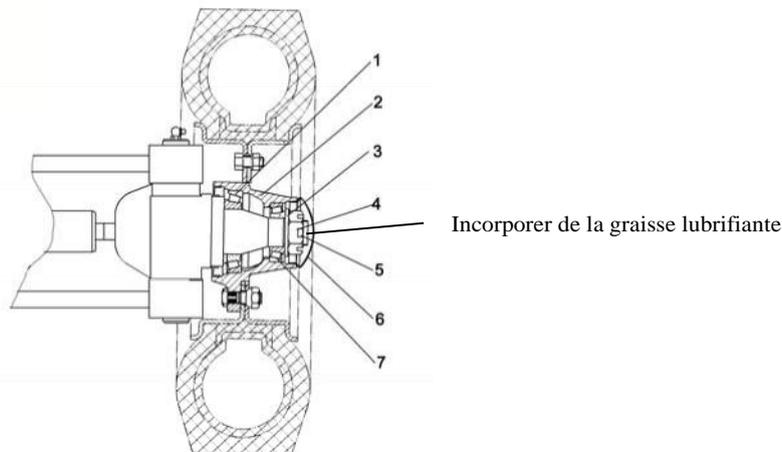

figure 2-38 Réglage de la précharge
(1) Voir la figure 2-38. Lubrifiez la cavité intérieure du moyeu de roue, les roulements internes ou externes, ainsi que le couvercle du moyeu de roue. Lubrifiez également le joint d'huile
(2) Placez l'anneau extérieur du roulement sur le moyeu de roue et montez le moyeu de roue sur l'arbre du pivot.
(3) Placez la rondelle et serrez l'écrou de sécurité. Le couple de serrage doit être de 206-235 N·m (21-24 kgm). Desserrez ensuite l'écrou de sécurité, puis resserrez-le ; à ce moment, le couple doit être de 9,8 N·m (1 kgm)
(4) Tapotez doucement le moyeu de roue avec un marteau en bois et faites tourner le moyeu de roue de 3 à 4 tours pour vous assurer qu'il n'y a pas de jeu.
(5) Serrez l'écrou de sécurité et alignez la fente avec le trou de la goupille du pivot.
(6) Tapotez à nouveau doucement le moyeu de roue avec un marteau en bois, faites tourner le moyeu de roue de 3 à 4 tours à la main pour garantir la stabilité de la rotation, et mesurez le couple de rotation pour vous assurer qu'il est compris entre 2,94 et 7,8 N·m (0,3-0,8 kgm)
(7) Si le couple de rotation est supérieur à la valeur standard, dévissez de 1/6 de tour et mesurez à nouveau le couple de rotation.
(8) Une fois que le couple de rotation est réglé à la valeur standard, verrouillez l'écrou de sécurité avec une goupille